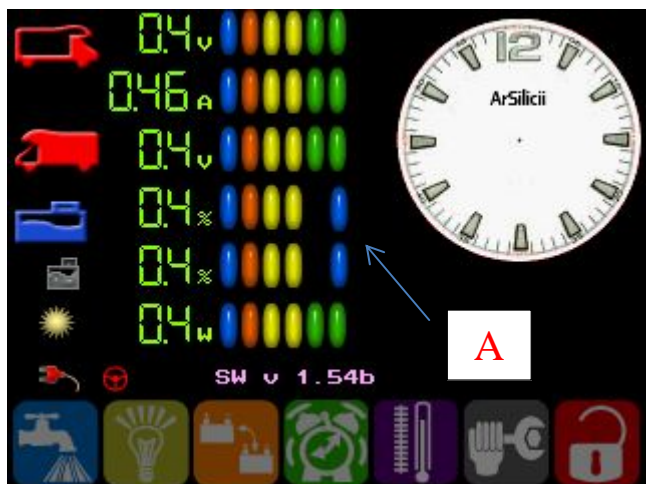

Fig. 1- Schermata principale
- Livello Serbatoio Acque chiare in % con incrementi del 25%. A fianco del precedente l'indicatore, è presente la segnalazione di troppo Pieno acque di scarico 1 (Fig. 1 lettera A).
- Livello Serbatoio Ausiliario (optional) Acque chiare in % con incrementi del 25%. A fianco del precedente l'indicatore, è presente la segnalazione di troppo Pieno acque di scarico 2 (Fig. 1 lettera A).